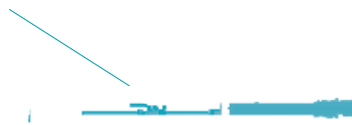

Fig. 8
- A. Cerrar la llave de alimentación de agua hacia el termotanque **(Ver Fig. 8)**.
- B. Abrir la válvula de alimentación de agua hacia el termotanque **(Ver Fig. 8)**.